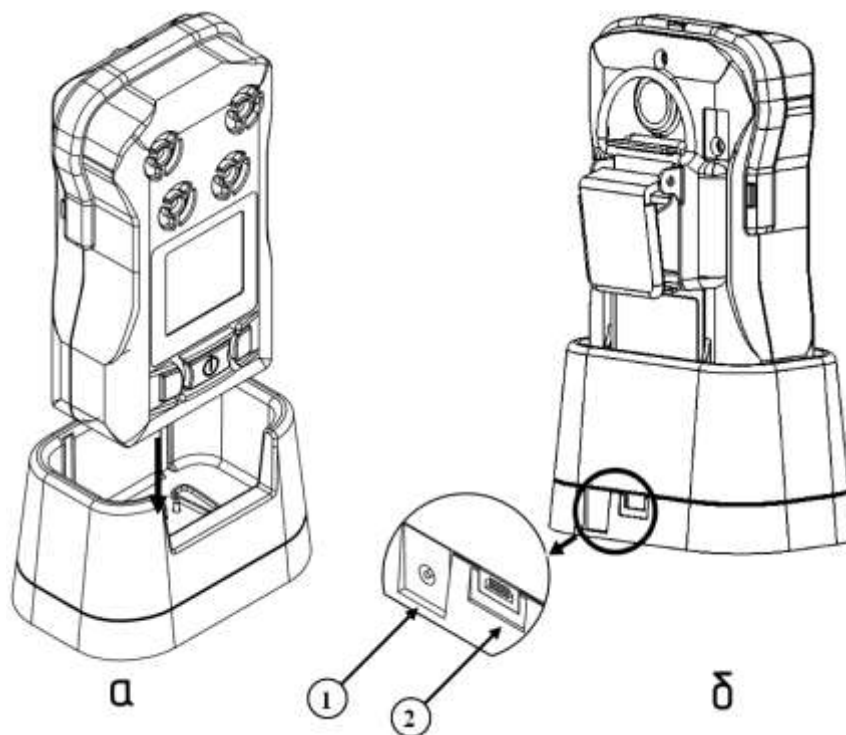

Рисунок 13. Подключение прибора к док-станции
Заряд аккумуляторной батареи прибора должен производиться вне взрывоопасной зоны при помощи док-станции (рис.13а) или автоматической зарядной станции ЗС-GS20. Для заряда к док-станции необходимо подключить зарядное устройство (разъем (1) рис.13б), плотно вставить прибор до появления короткого звукового сигнала.
При подключении к персональному компьютеру (далее - ПК) прибор необходимо поместить в док-станцию и подключить USB-кабель к разъему (2) на рис. 13б.